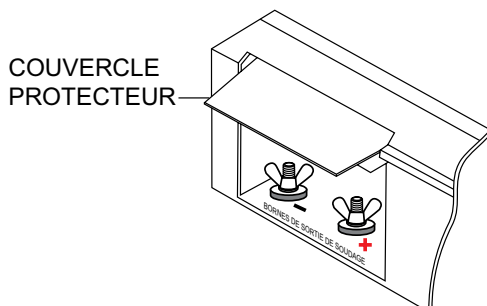

Figure 16. Couvercle de protection
1. Pour accéder aux bornes de soudage, soulevez le couvercle de protection des bornes de sortie de la génératrice (Figure 16).